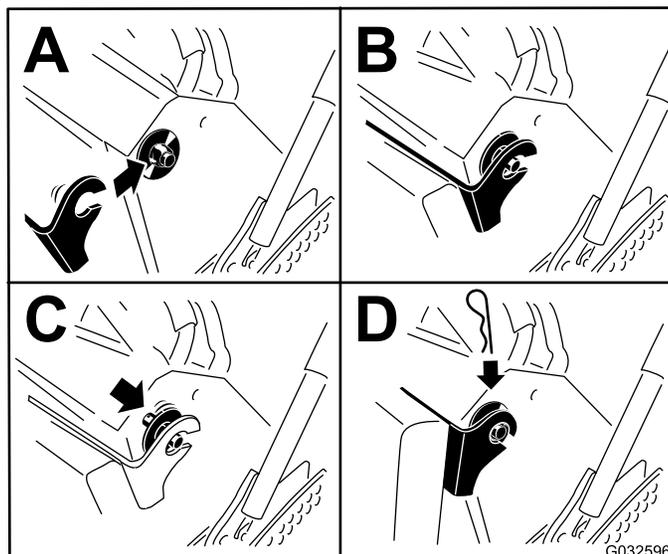

Figura 34
6. Sollevate il cuscino e inseritelo nei perni su entrambi i lati della macchina (**Figura 34**).
7. Inserite le rondelle grandi con boccole di plastica nelle staffe del cuscino e fissatele con una coppia (**Figura 34**).